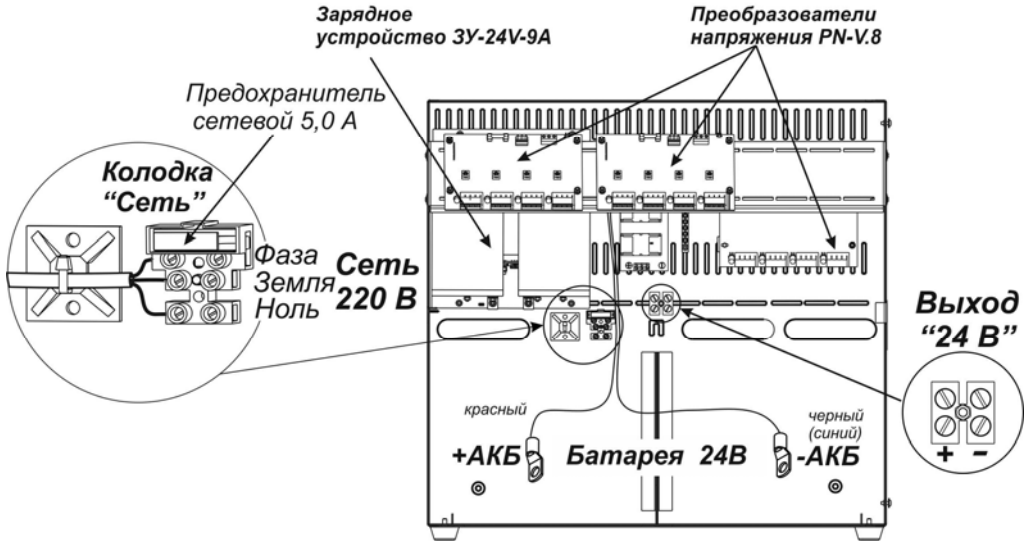

Рис.1 Внешний вид блока с открытой крышкой (базовый вариант)
- при необходимости, подключить нагрузку к дополнительному выходу **24В** (см. рис.1 Приложение);